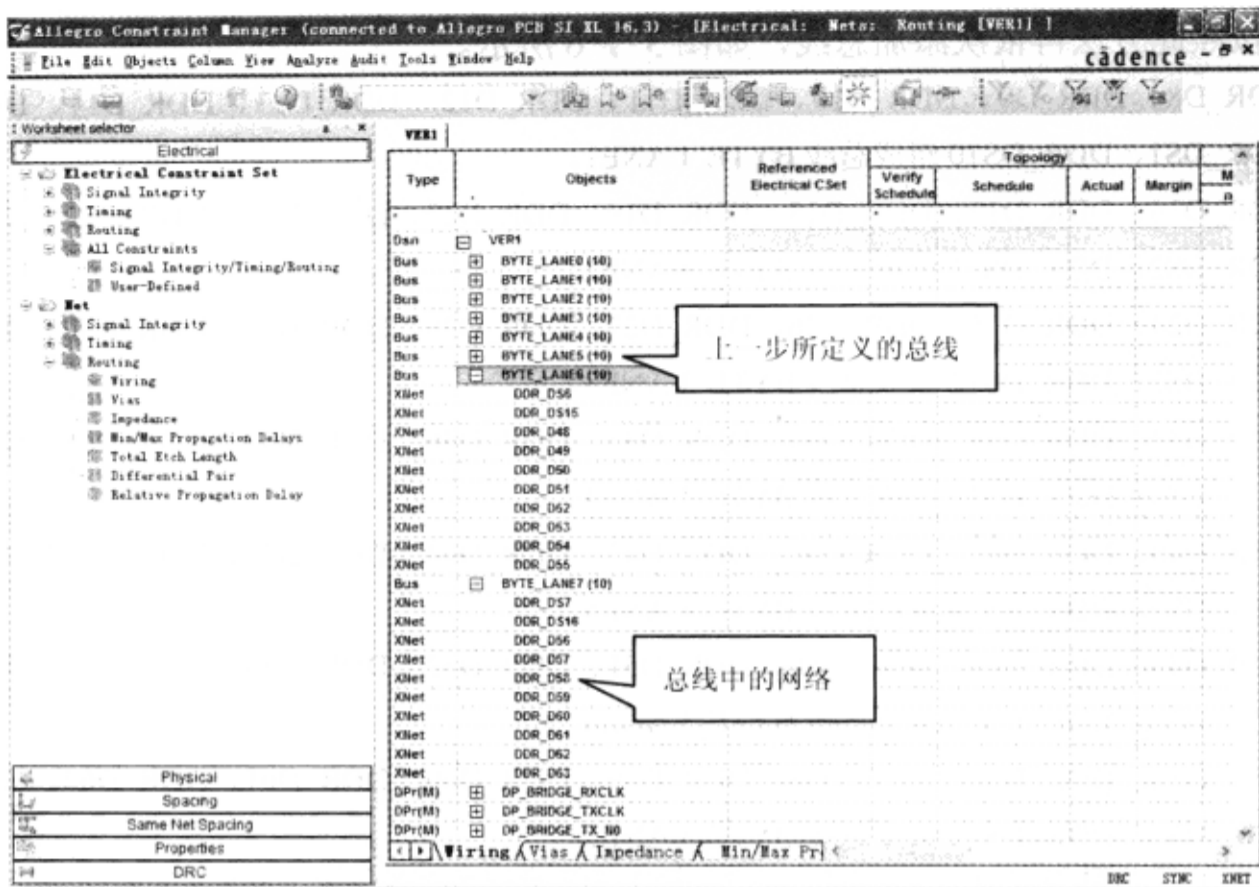

图 3-7-7 显示网络
(8) 单击“OK”按钮，关闭“Identify Buses”对话框。
(9) 在“Allegro PCB SI XL”窗口中执行菜单命令“Setup”→“Constraint”→“Electrical...”，弹出“Allegro Constraint Manager”窗口，单击“Net”层次下“Routing”前的“+”号→单击弹出的“Wiring”表格符号→右侧表格区域弹出网络列表，如图 3-7-7 所示。